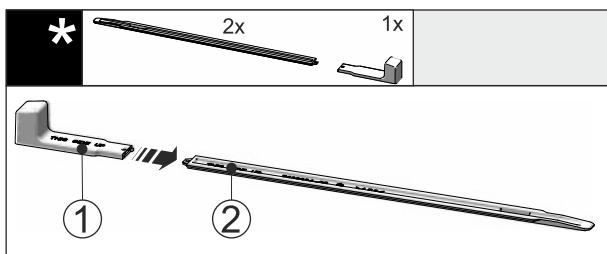

Fig. 43
- Postavite montažnu ručku Fig. 43 (1) na šinu za Fig. 43 (2) niveliranje.